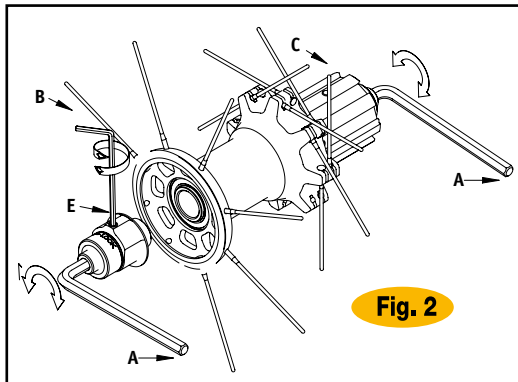
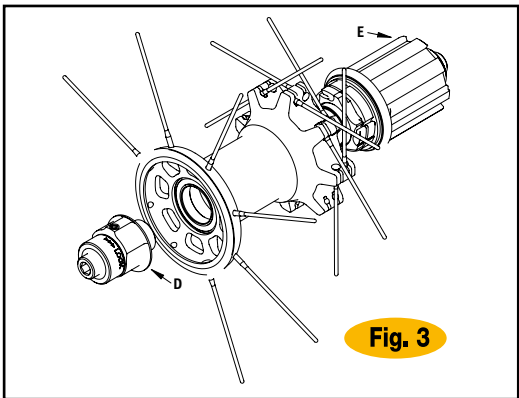

Fig. 2
Fig. 3
• Después de haber retirado el perno del buje posterior, (Fig.2), el cuerpo rueda libre (C) permanece conectado con las correspondientes carracas, (Fig.3).
• Introduzcan nuevamente el perno (C) con el relativo distanciador en el cuerpo del buje prestando mucha atención al correcto posicionamiento de las carracas, y bloqueen firmemente la tuerca de tope móvil con un par de 15 Nm.
• Aflojen el perno (E) con una llave Allen (B), (Fig.2).
• Aprieten el perno (E).